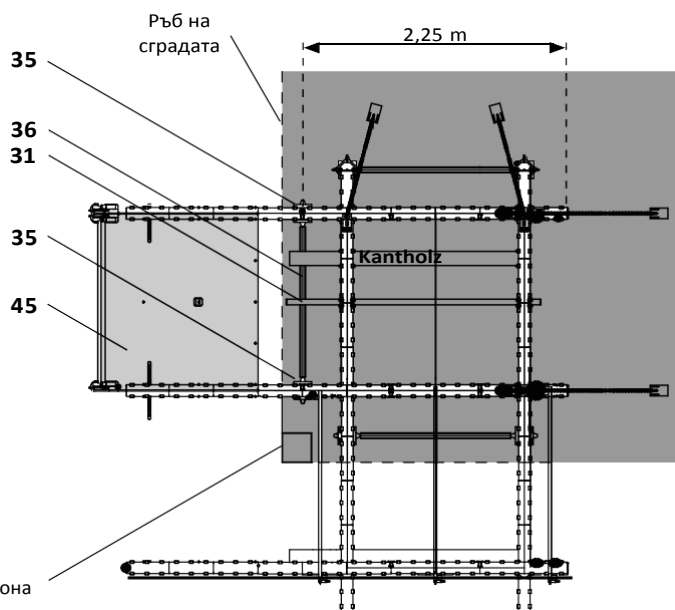

Fig. A9.06a
5. Монтирайте вътрешната SKYDECK платформа SDB (45). (Fig. A9.06a)
2. Поставете ъгловата маса на ъгъла на сградата така, че предните MULTIPROP подпори MP (35) да са възможно най-близо до ръба на сградата. (Fig. A9.06a)